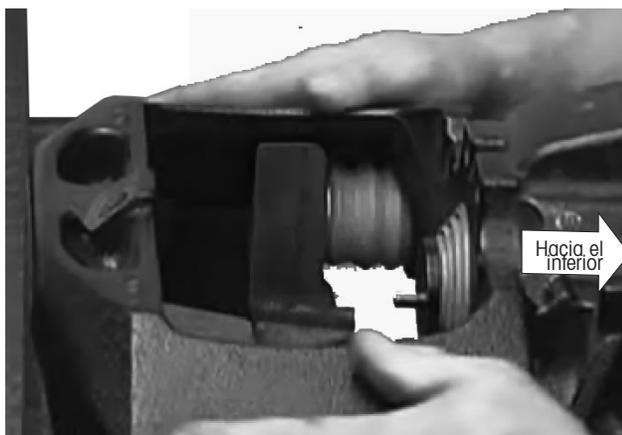

Figura 71: Empuje el caliper hacia el lado interno
1. **Empuje manualmente** el caliper completamente hacia el lado interno (Figura 71).